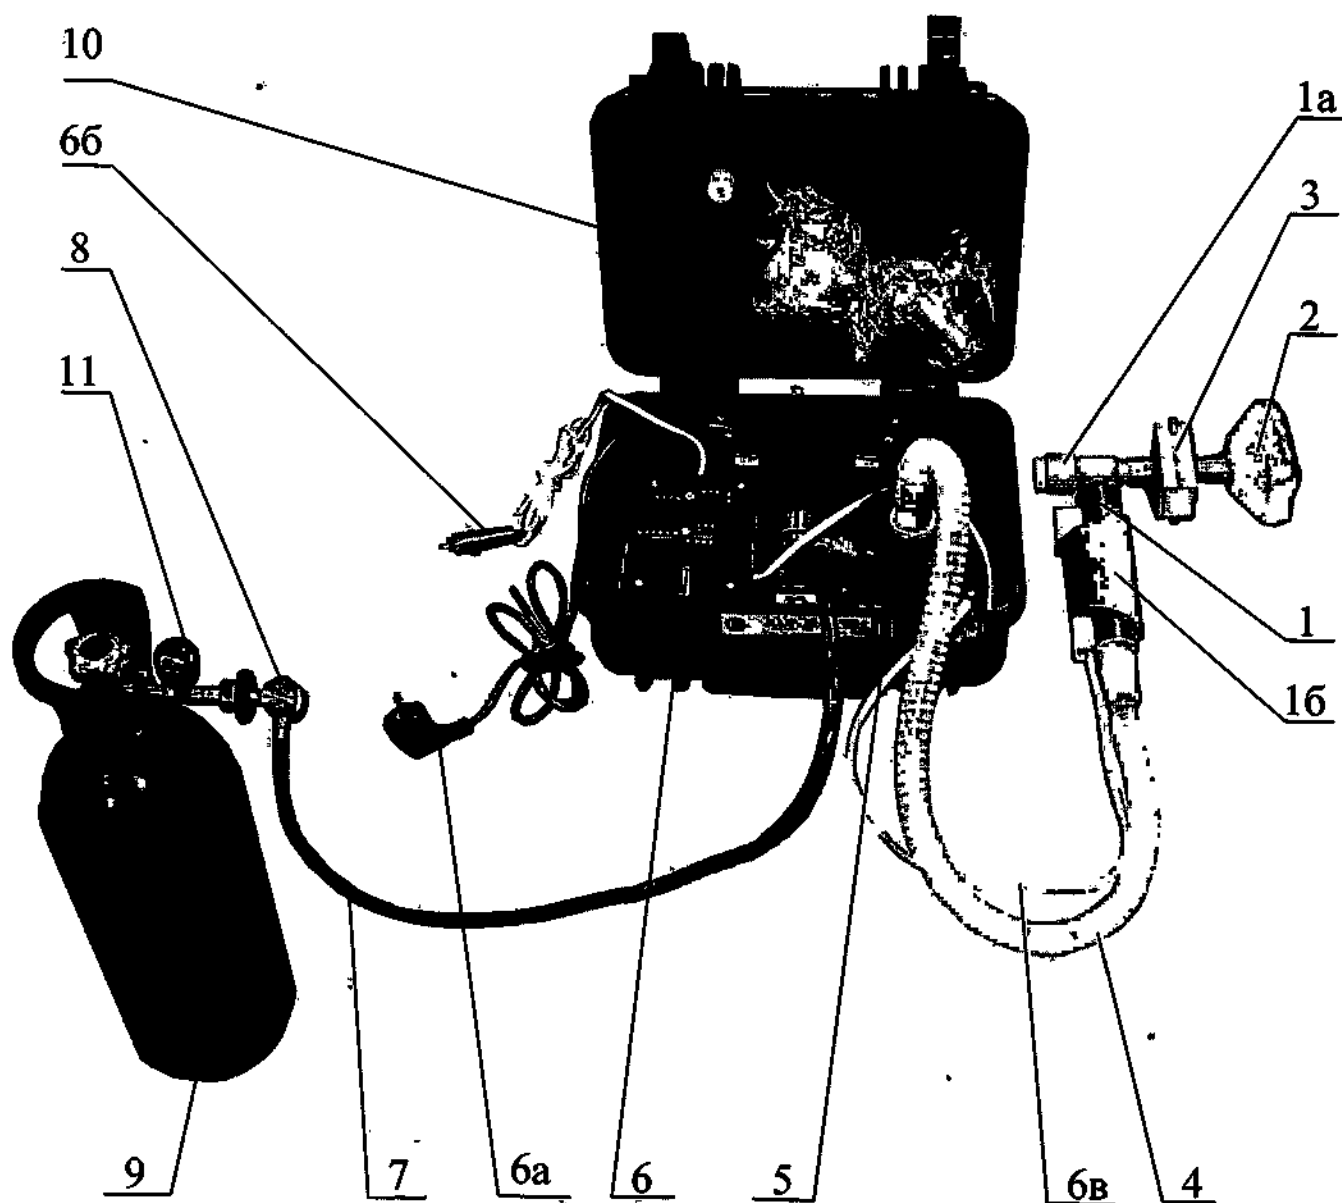

Рисунок 1 – Ингалятор для дыхания подогретой кислородногелиевой газовой смесью «ИНГАЛИТ – В2»
1.4.1 Ингалятор «Ингалит – В2» является переносным прибором (Рисунок 1).